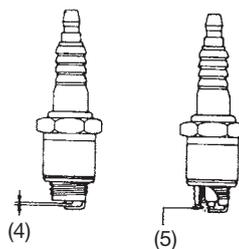

Fig. 10
- 2) Skrap bort kullrester fra tennpluggåpningen. (Standard avstand er 0,60 mm eller 0.023 tommet) (Fig 10)